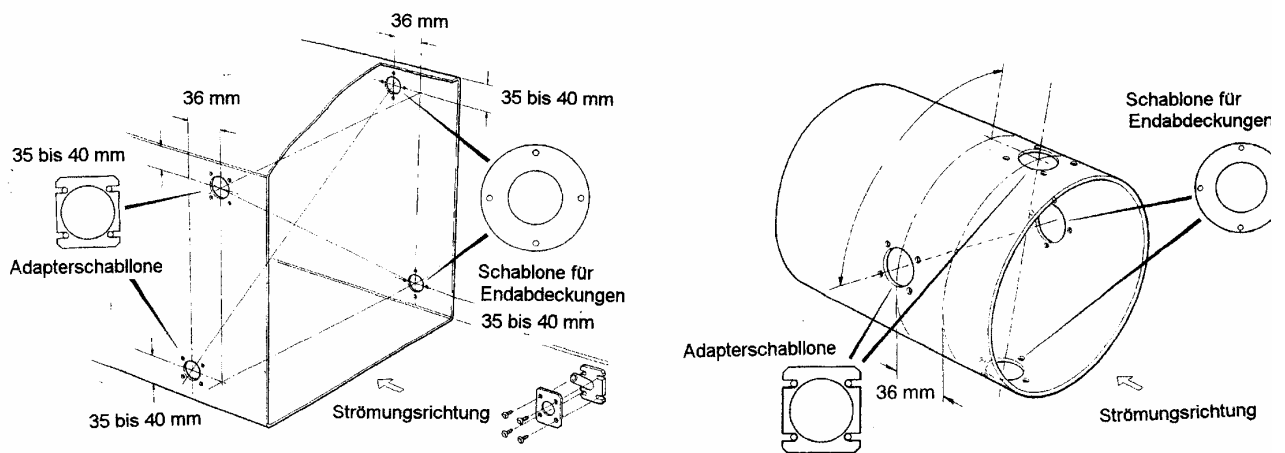

Abbildung 3 – Anordnung der Bohrungen (Maße in mm)
5.2 Die Messkreuze sind zum Einbau in die "kürzeren" Luftkanalseiten vorgesehen. Markieren Sie den Kanal gemäß den Maßen nach Abbildung 3, kleben die selbstklebenden Bohrschablonen auf die entsprechenden Stellen und bohren die notwendigen Löcher. Entgraten Sie anschließend sorgfältig.